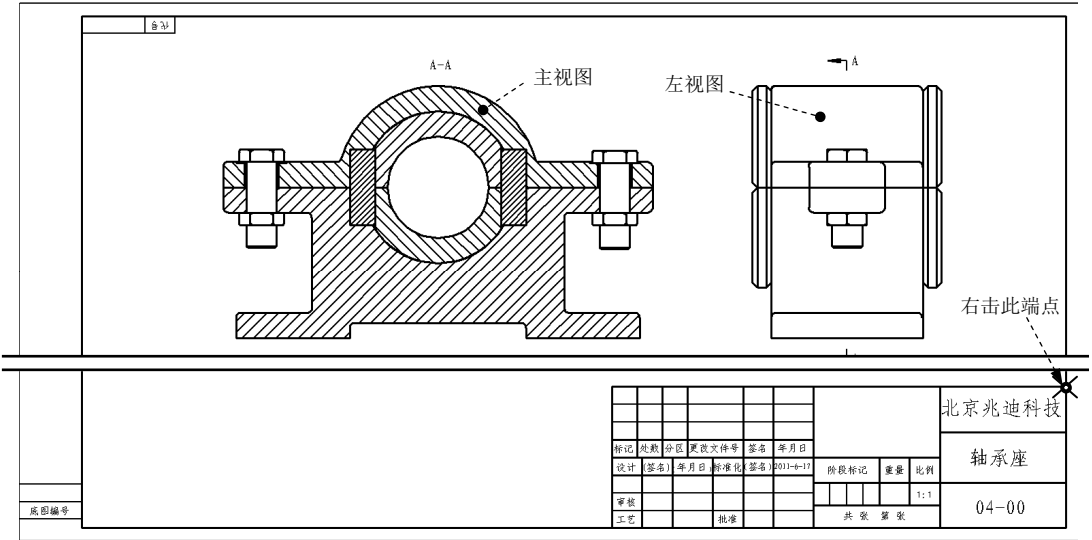

图 7.7.2 工程图文件
Step1. 打开工程图文件 D:\sw18.5\work\ch07.07\bom_example.SLDDRW, 如图 7.7.2 所示。
(1) 在设计树中右击 图纸1 (或在图形区右击图纸), 在弹出的快捷菜单中选择 **编辑图纸格式 (E)** 命令, 进入编辑图纸格式状态。
(2) 右击图 7.7.2 所示的端点, 在弹出的快捷菜单中选择 **设定为定位点**
(1) 选择命令。在下拉菜单中选择 插入(I) → 表格(A) → 材料明细表(B)... 命令，在系统的提示下，选取图 7.7.2 所示的主视图为指定模型，系统弹出“材料明细表”对话框。